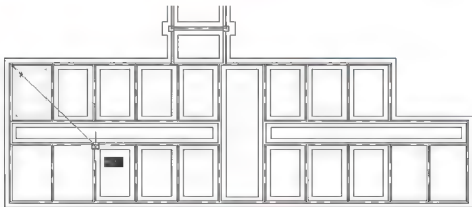

图 5.14 复制大放脚
(3) 将上面绘制的大放脚由【基础墙】图层换到【大放脚】图层。
(4) 启动【复制】命令(快捷键C0)。
① 在**选择对象**:提示下,选择刚才偏移并经修剪后的大放脚作为被复制的对象,按Enter键进入下一步命令。
② 在**指定基点或[位移(D)]:**位移:提示下,捕捉A点作为复制基点。
③ 在**指定第二个点或 使用第一个点作为位移**:提示下,分别捕捉所有3900mm开间的基础墙左上角阴角点,如图5.14所示。